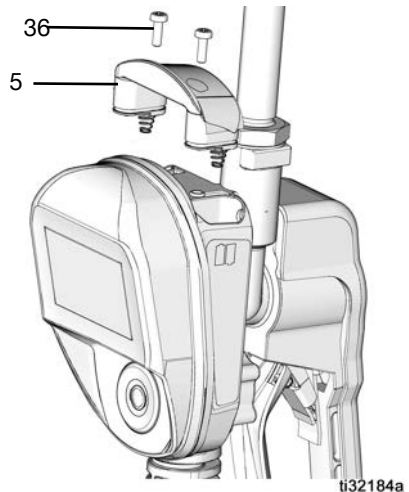

FIG. 79
5. Vuelva a colocar la tapa (5) y los tornillos (36). Apriete firmemente los tornillos (FIG. 79).